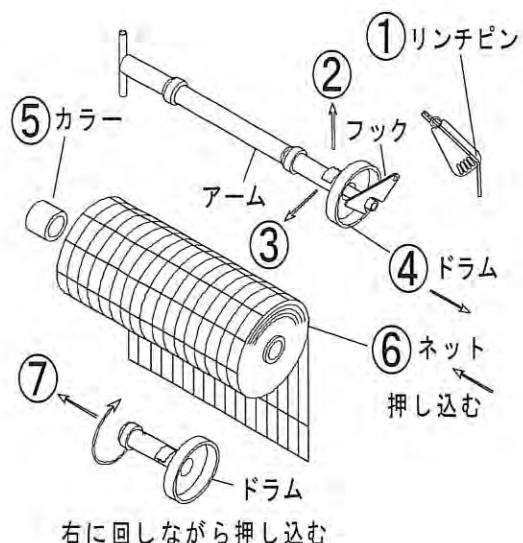
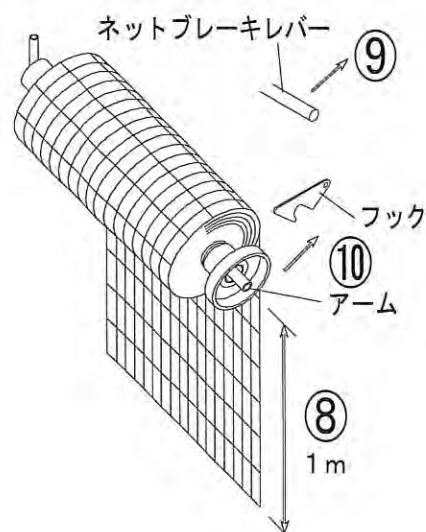

図1
図2
2. ①リンチピンを外して、ブレーキを解除してください。
3. フックを②方向に持ち上げ、アームを③方向に引き出し、④ドラムを矢印の方向（手前）に抜き出してください。
4. アームに⑤カラーを入れてください。
5. アームに⑥ネットを巻き方向に注意し図1のように差し込んでください。
6. アームにドラムを⑦ 右に回しながら押し込んでください。
7. ネットを図2のように⑧ 1m程度引き出してください。
8. 図2のようにネットブレーキレバーを⑨ 解除方向へ押しながら、⑩アームを戻し、フックで固定してください。